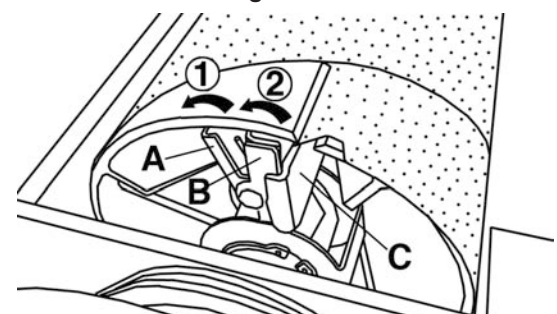

Figure 15
Une fois que vous avez réinstaller la courroie de ponçage et qu'elle a atteint le côté droit du tambour, appuyez sur le levier de la pince/tensionneur (A et B) Fig.15 vers l'arrière juste assez pour permettre au bout "D" de la courroie de ponçage (voir illustration ci-dessus) de glisser sous la pince (C). Pour fixer et tensionner la courroie de ponçage, en premier il faut relâcher le levier de la pince pour fixer la courroie de ponçage en place, et finalement relâchez le tensionneur entier pour tensionner la courroie de ponçage.